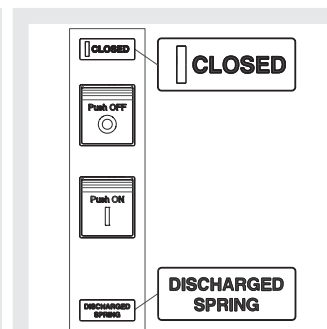

Figure 34
3. Disjoncteur fermé avec ressorts débandés (voir Figure 34).